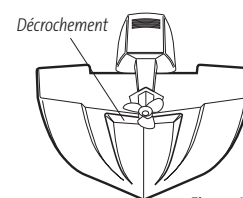

Figure 16
- Sur les bateaux ayant une coque à décrochement, il est possible de monter le transducteur sur le décrochement. Ne montez pas le transducteur sur le tableau derrière un décrochement, sinon le transducteur pourrait émerger de l'eau à haute vitesse; le transducteur doit rester immergé dans l'eau pour que la tête de commande puisse maintenir le signal sonar (Figure 16).